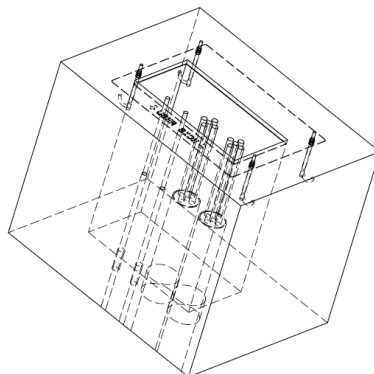

Abbildung 13
7) Lassen Sie die 3-phasigen, 8-adrigen AC-Eingangskabel aus dem Rohr im Betonsockel herausragen. Siehe Abbildung 13.